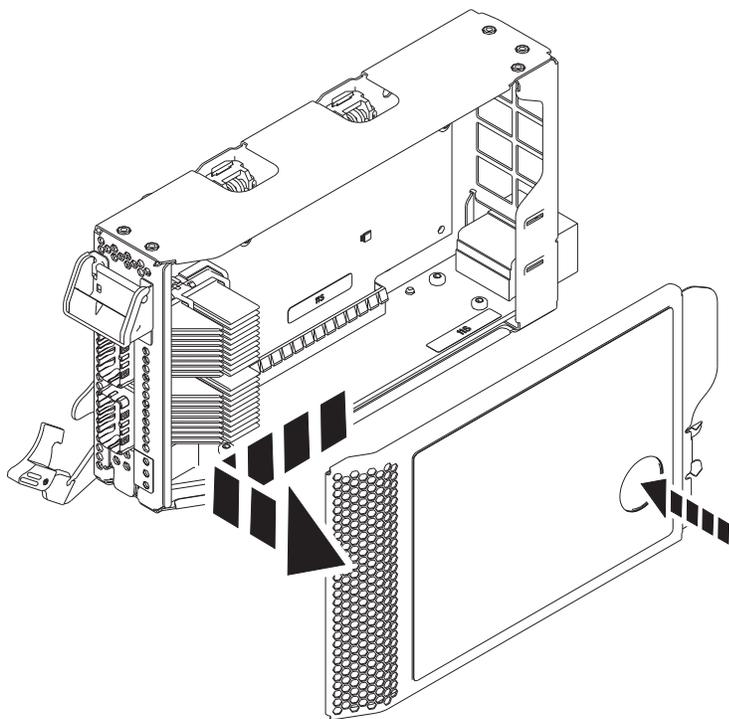

図 27. PCIe アダプター・カセット・カバーの取り外し
- a. 29 ページの図 27 に示されているカセット・カバーの赤褐色のボタンを押して、カセットからカバーを外します。